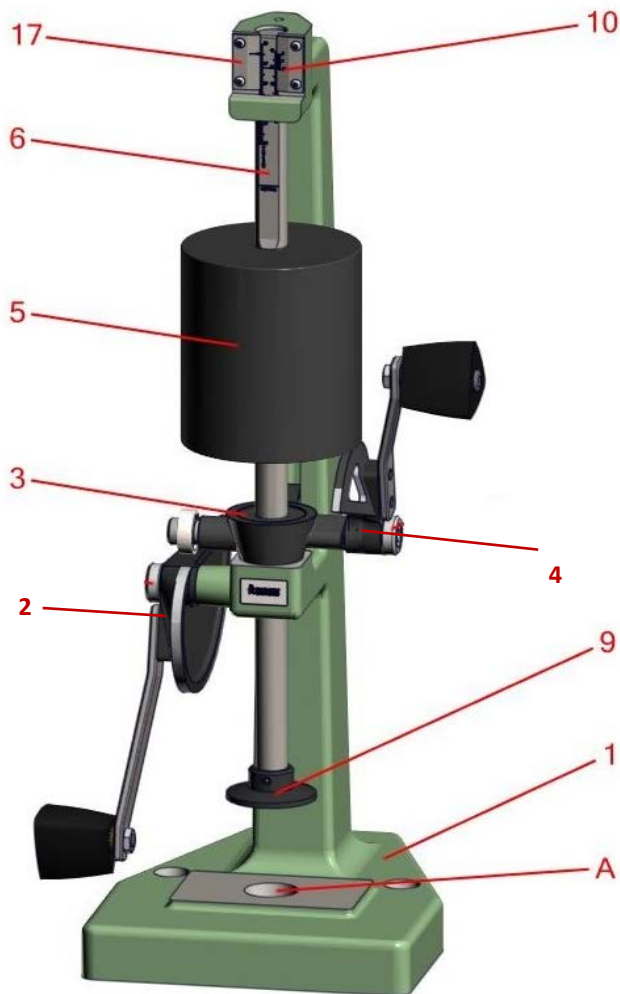

Figure 1 : Damoir de Sable – Principaux Composants
L'appareil (Figure 1) se compose d'un cadre (N°1), d'une came auxiliaire (N°2) et d'une came principale (N°4) en fonte hautement résistante. Les autres pièces sont en acier trempé et dotées d'un revêtement spécial antirouille, afin de les protéger de l'environnement corrosif du laboratoire.
2. Ce dernier doit être placé de façon que sa bride supérieure soit parfaitement horizontale. Toute inclinaison sera répercutée à la base de l'appareil et le damoir de sable, avec sa tige principale (Figure 1, N°6), perdront leur verticalité. Insérez des cales au besoin et fixez le socle au sol avec des boulons.
5. Lubrifiez la tige (Figure 1, N°6) avec une huile légère (SAE 10). Éliminez l'excès d'huile à l'aide d'un chiffon propre et absorbant. Laissez une fine couche d'huile sur la tige afin que l'outillage coulisse facilement. L'appareil doit toujours être maintenu dans cet état.
6. Ne jamais tourner la came principale (Figure 1, N°4) sans sable de moulage à l'intérieur du tube à éprouvette, ou l'énergie d'impact du poids en chute libre (Figure 1, N°5) sera absorbée par le cadre (Figure 1, N°1) et affectera l'alignement.
Le Damoir de Sable a été conçu avec quatre échelles. Deux d'entre elles sont fixées au cadre du damoir – le vernier 50 mm (métrique) ou 2" (AFS), situé sur le côté gauche (Figure 1, N°17), et le vernier de hauteur d'éprouvette, aussi appelé vernier droite (Figure 1, N°10). Les deux autres sont gravées directement sur la tige (Figure 1, N°6) – l'échelle de compactibilité (côté gauche) et l'échelle de hauteur d'éprouvette (côté droit).
5. Déplacez doucement le montage socle/tube à éprouvette vers le support du socle du damoir de sable (Figure 1, Lettre A).
6. Tournez doucement la came auxiliaire (Figure 1, N°2) afin de faire descendre la tige principale (Figure 1, N°6) et le pied de compactage (Figure 1, N°9) dans le sable contenu dans le tube à éprouvette. Puis, tournez lentement la came principale (Figure 1, N°4) pour faire chuter le poids trois fois, avec trois révolutions complètes de la came.
7. À l'aide de la marque 50 mm (ou 2") située sur le vernier gauche (Figure 1, N°17), lisez et enregistrez la valeur de compactibilité à partir de l'échelle correspondante gravée sur le côté gauche de la tige (Figure 1, N°6).
7. Déplacez doucement le montage socle/tube à éprouvette vers le support du socle du Damoir de Sable (Figure 1, Lettre A).
8. Tournez doucement la came auxiliaire (Figure 1, N°2) afin de faire descendre la tige principale (Figure 1, N°6) et le pied de compactage (Figure 1, N°9) dans le sable contenu dans le tube à éprouvette. Puis, tournez lentement la came principale (Figure 1, N°4) pour faire chuter le poids trois fois, avec trois révolutions complètes de la came.
3. Avant de retirer la came auxiliaire (Figure 1, N°2) et le pied de compactage (Figure 1, N°9) de l'intérieur du tube à éprouvette, mesurez la hauteur réelle de l'éprouvette à l'aide du vernier de poids droite à 0,1 mm près ($\frac{1}{128}$ "). Pour ce faire, alignez les deux marques les plus proches entre le vernier de poids droite et l'échelle de poids d'éprouvette gravée sur le côté droit de la tige. Cette procédure est illustrée sur le schéma suivant. Notez cette valeur.